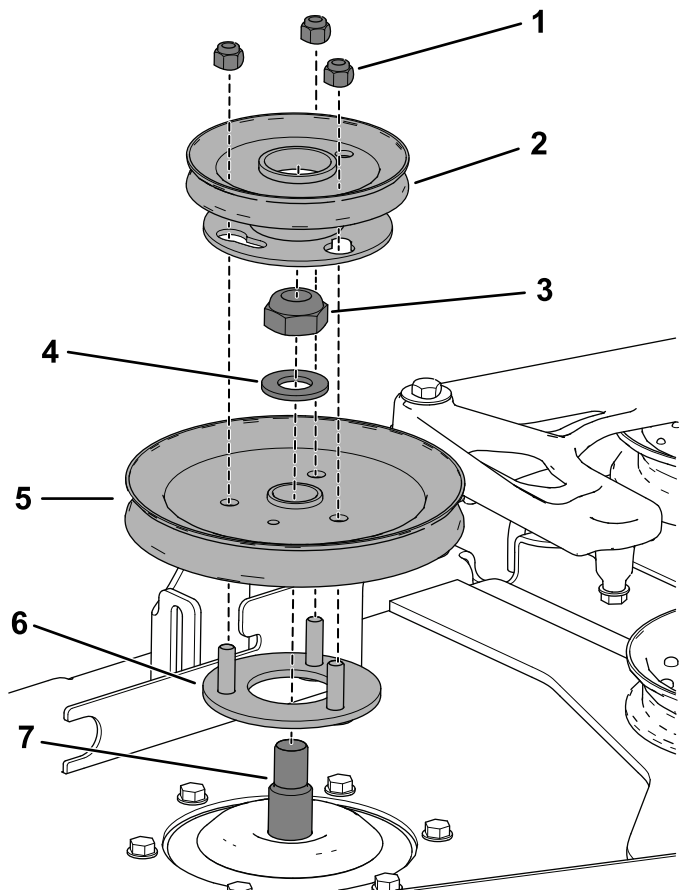

Figura 31
A. Inserite le viti prigioniere filettate sul supporto della puleggia attraverso i fori presenti nella puleggia del piatto (Figura 31).
B. Utilizzate il dado di bloccaggio ($\frac{3}{4}$ " e la rondella messi da parte in precedenza per fissare la puleggia del piatto all'albero del mandrino (Figura 31).
D. Sistemate la puleggia del soffiatore sulle viti prigioniere filettate e montate, senza serrarlo, il dado di bloccaggio (Figura 31).